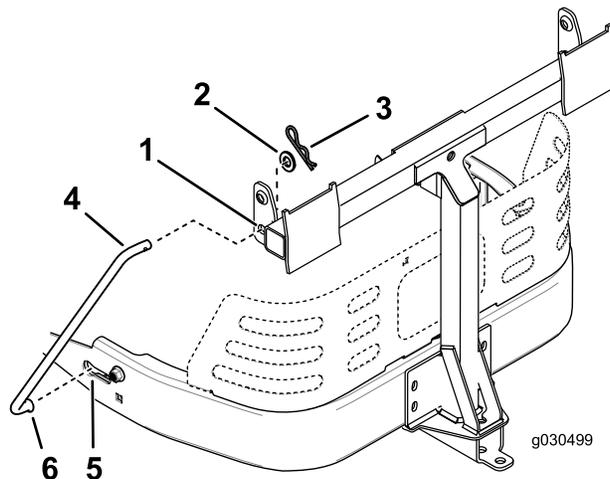

Figure 18
4. Montez l'extrémité coudée et évasée d'une tige dans le trou oblique sur le côté gauche du cadre de la machine, et déplacez la tige vers l'arrière pour l'enclencher dans le cadre (Figure 18).
5. Insérez l'extrémité coudée de chaque tige dans le dispositif de montage de l'accessoire, comme montré à la Figure 18, et fixez-la avec une rondelle et une goupille fendue.